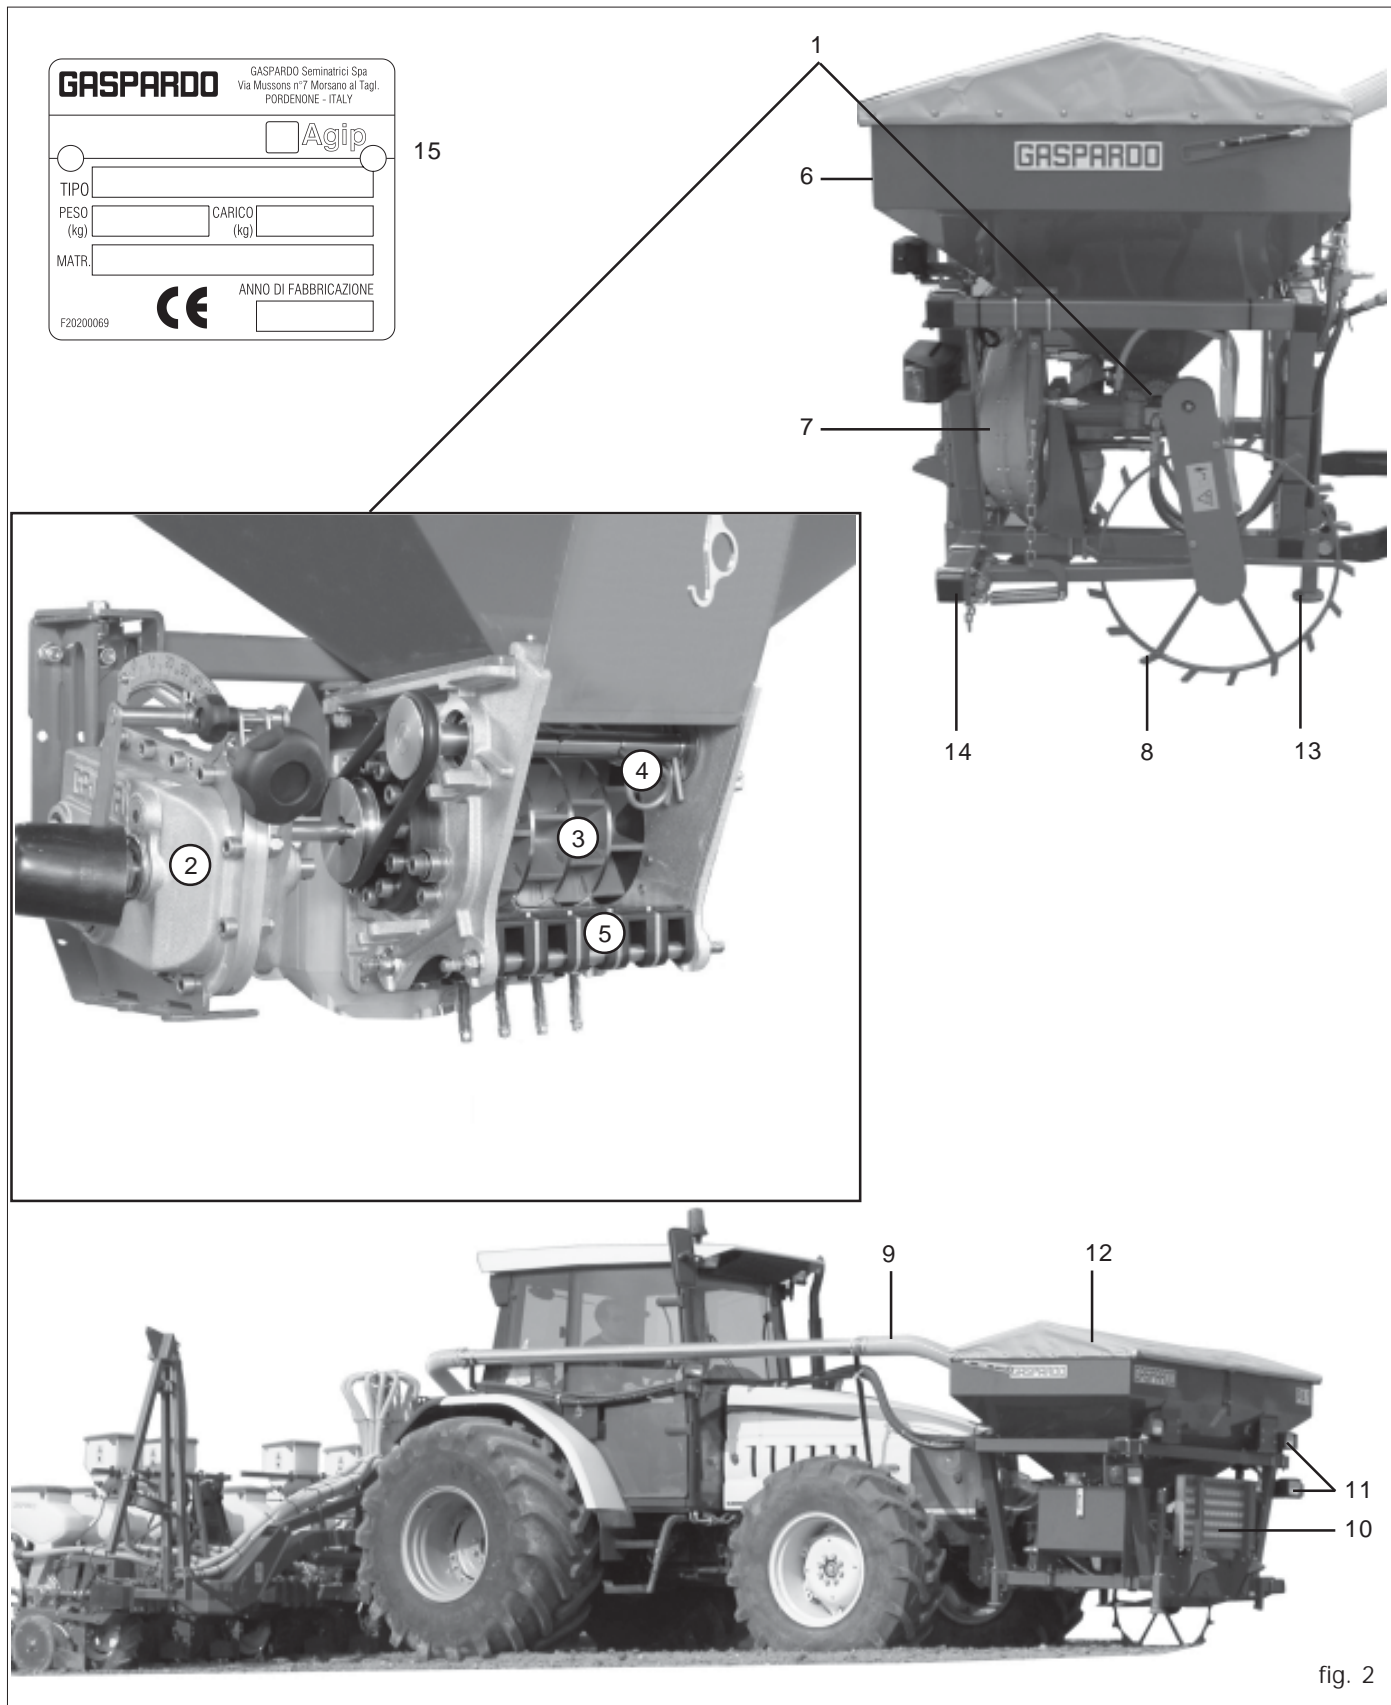

fig. 2
In caso di movimentazione della macchina, è necessario sollevare la stessa agganciandola agli attacchi appositi (Fig.1) con un carrello elevatore di almeno 50 quintali di portata. Quest'operazione, per la sua pericolosità, è necessario venga eseguita da personale preparato e responsabile. La massa della macchina è evidenziata nella targhetta d'identificazione (15 Fig. 2).
1.6 DISEGNO COMPLESSIVO (fig. 2)